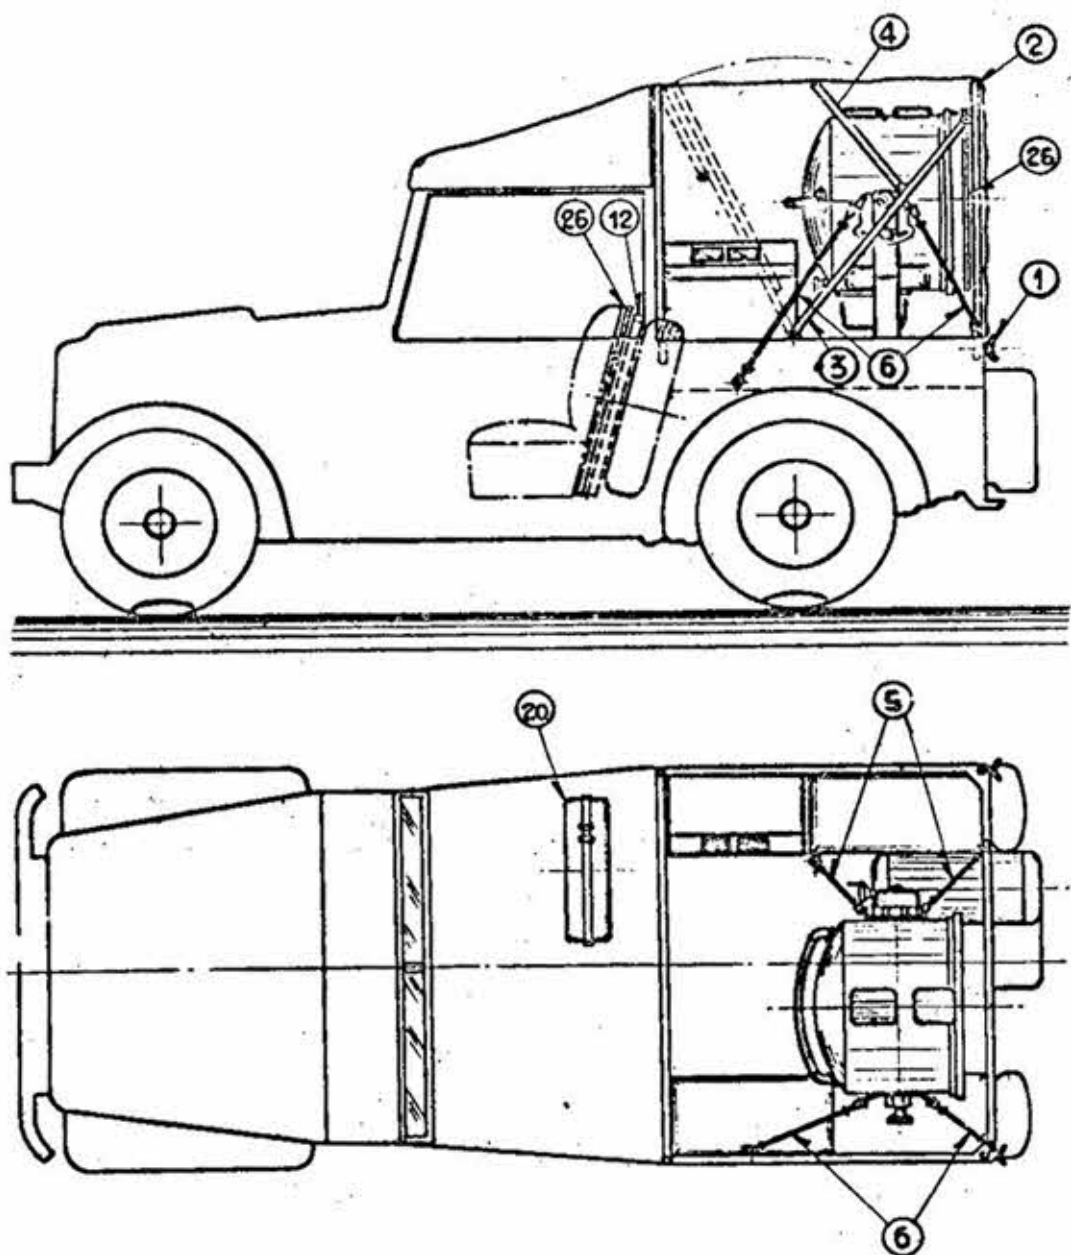
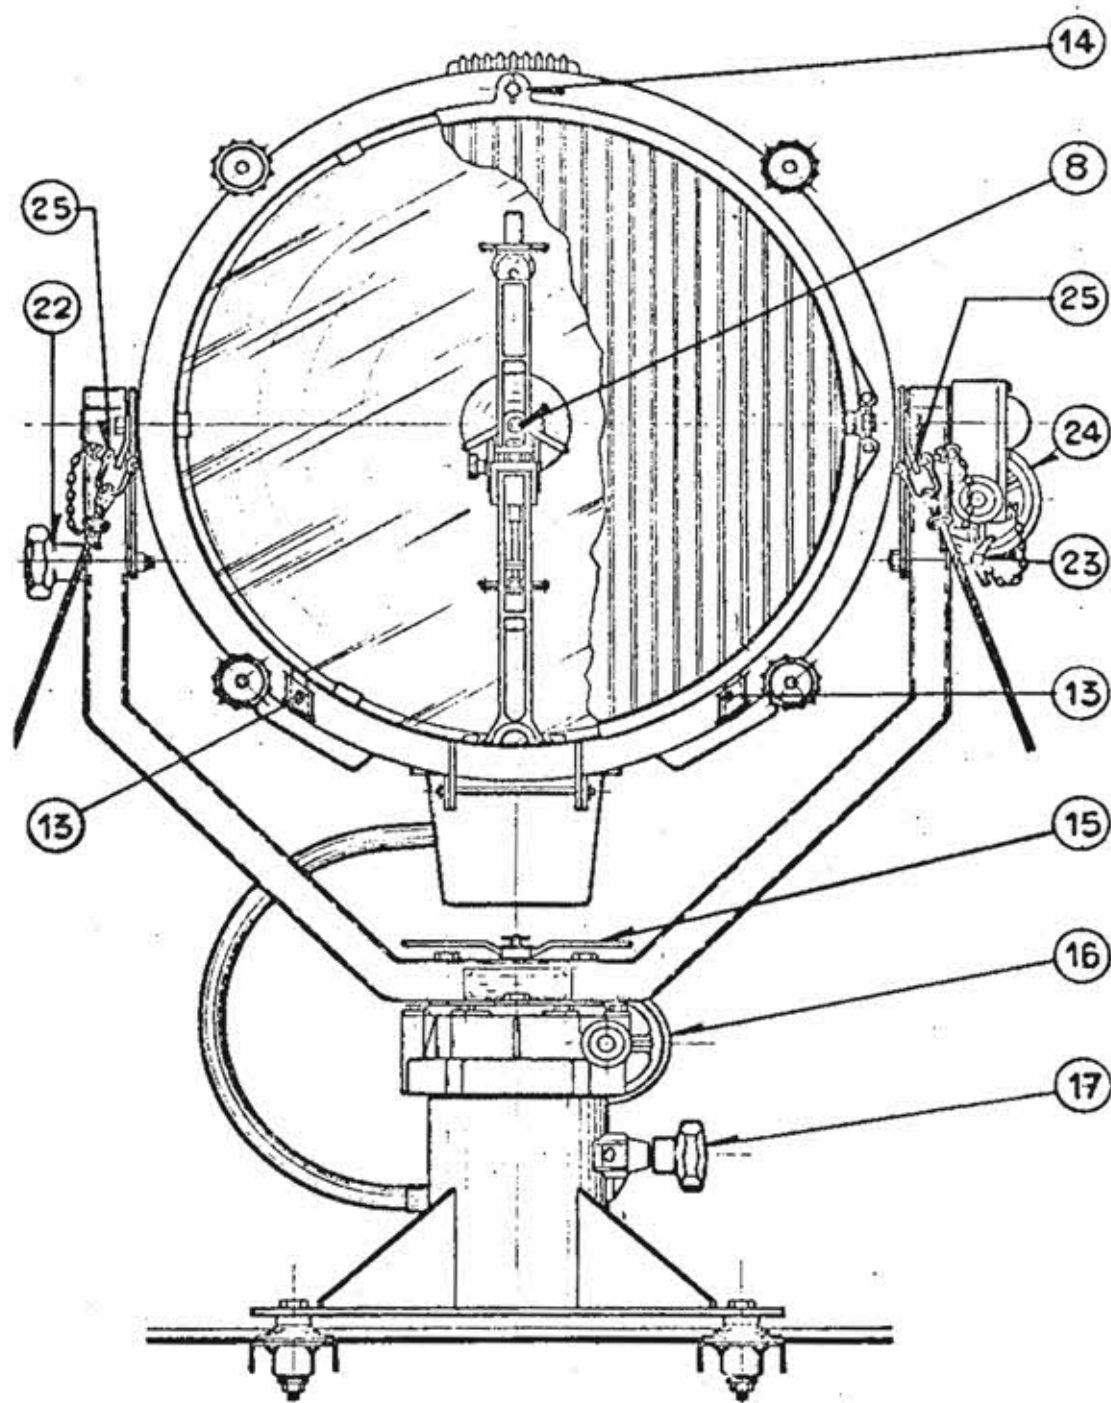

Fig. 1
Fig. 3
- 2) Allentare le viti a farfalla (1) (Fig. 1), di fissaggio della centina (2), e ripiegare la centina stessa verso la cabina ribaltando i tubi (3) e (4).
- 3) Sgançiare i quattro controventi (5) (6) (Fig. 1) che sono serviti all'ancoraggio del proiettore durante il trasporto.
- 5) Quando si desidera ottenere un fascio concentrato la fotoelettrica dovrà essere usata con il solo frontale di cristallo temperato trasparente e agendo sul pomello a vite (11) si potrà ottenere un fascio più o meno concentrato.
- 6) Quando si desidera ottenere un raggio molto divergente, applicare all'anello che porta il cristallo frontale il vetro prismatico che trovasi nell'apposita custodia (12) fra il sedile di guida e la ruota di scorta (vedi Fig. 1).
Il vetro prismatico andrà fissato all'anello frontale assicurandolo inferiormente con i due innesti (13) e superiormente mediante il perno girevole (14) (Fig. 3). Anche in questo caso l'apertura del fascio luminoso potrà essere variata agendo sul pomello della messa a fuoco (11).
- 11) Allentare il dado a doppia leva (15) (Fig. 3) permettendo al proiettore di ruotare sul piano orizzontale.
- *Per i movimenti lenti* agire sul volantino (16) che aziona un riduttore a vite senza fine.
- 12) Allentare il volantino (22) e togliere la spina a vite (23) (Fig. 3) consentendo la rotazione del proiettore sul piano verticale limitatamente a 30° verso il basso e 30° verso l'alto.
Sul retro del sedile destro è sistemata la cassetta metallica (20) (Fig. 1) fissata, a mezzo di una cinghia, al pavimento della vettura e destinata all'alloggiamento della lampada di dotazione.
- 1) Orientare il proiettore con la bocca frontale verso il retro della vettura (Fig. 1)
avvitare la spina (23), successivamente, bloccare il volantino (22) (Fig. 3).
- 3) Bloccare il volantino (17) e la leva (15).
- 4) Agganciare i quattro controventi (5) (6) (Fig. 1) agli occhielli (26) (Fig. 3). Le funi sono previste di lunghezza tale che non risultano in tensione, e ciò per permettere al proiettore le piccole oscillazioni consentite dagli ammortizzatori elastici applicati alla colonna di base.
- 5) A protezione del vetro frontale del proiettore applicare il disco di lamiera (26) (Fig. 1), negli stessi innesti (13) e (14) (Fig. 3) predisposti per l'applicazione del vetro scanalato.